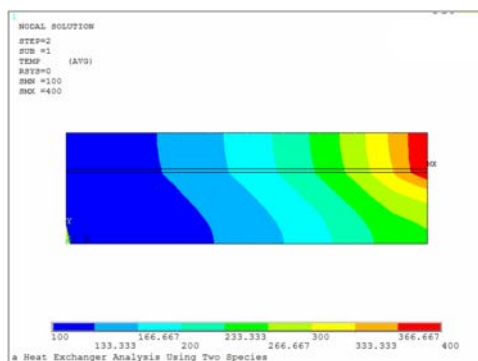

图 10-47 温度场分布等值线图
③在“Item to be contoured”列表中,依次选择 Nodal Solution→DOF Solution→Nodal Temperature,单击“OK”按钮,ANSYS 窗口将显示如图 10-47 所示的温度场分布等值线图。